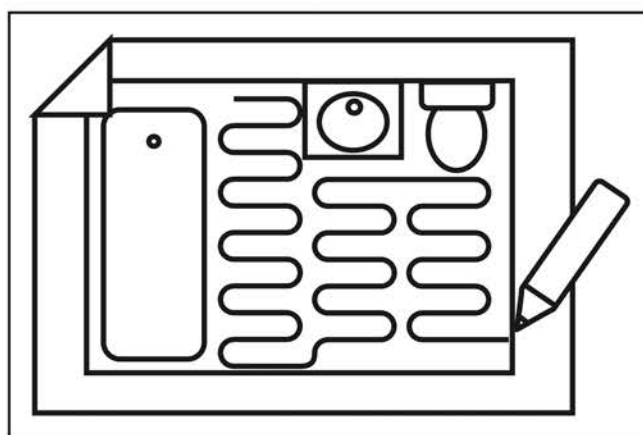

Рис. 2 – Составление плана укладки
3. Сделать план раскладки мата, заполнив бланк схемы монтажа (рис. 2). Расстояние между нагревательным матом и стеной должно быть не менее 10 см. Расстояние между нагревательными приборами и матом должно быть не менее 30 см.